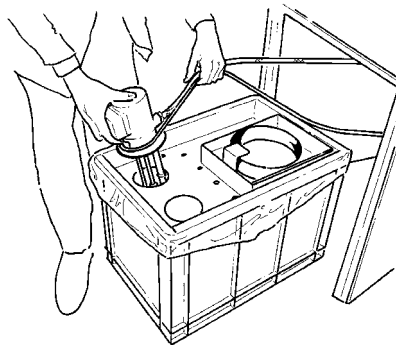

Fig. 1
- Placer la pompe dans le couvercle (fig. 1).